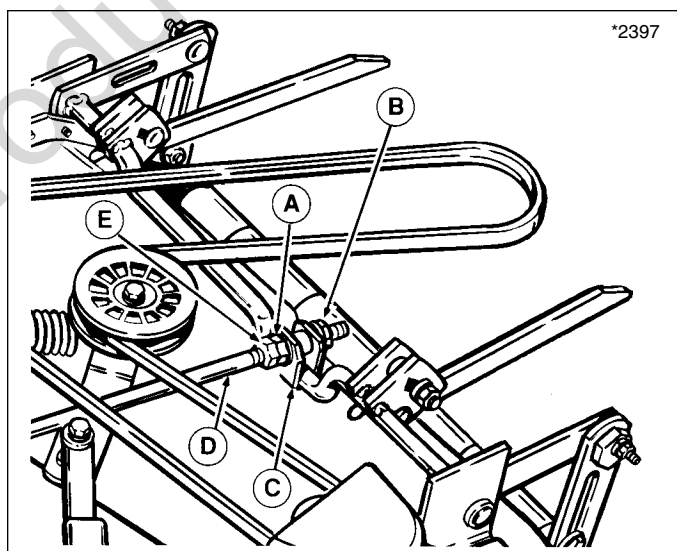

Abb. 29. Egalisierung von vorne nach hinten
3. Siehe Abb. 29. Die Gegenmutter (E) lösen. Zum Absenken des Mähwerks die Mutter (B) lösen, was die Egalisierungsstange (D) verlängert. Zum Anheben des Mähwerks die Egalisierungsstange (D) verkürzen. Wenn die richtigen Messungen ermittelt wurden, die Mutter (A) an der Halterung festziehen und dann die Gegenmutter (E) an der Mutter festziehen.